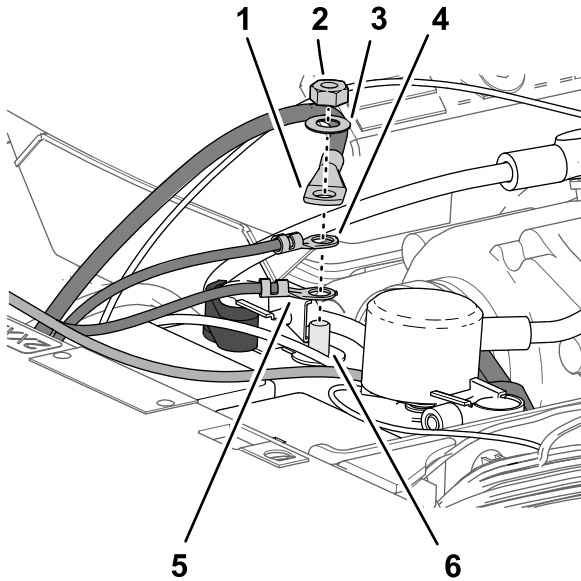

Figura 212
5. Monte los siguientes cables y terminales en el espárrago roscado del borne negativo de la batería (**Figura 212**), en el orden siguiente: